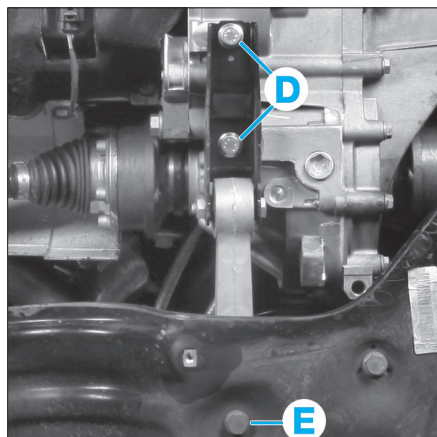

FIG. 12
- le tirant antibasculement en (D) et (E) (Fig.12),